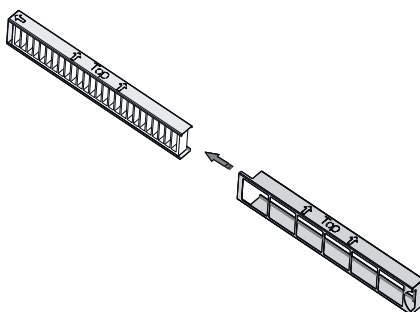
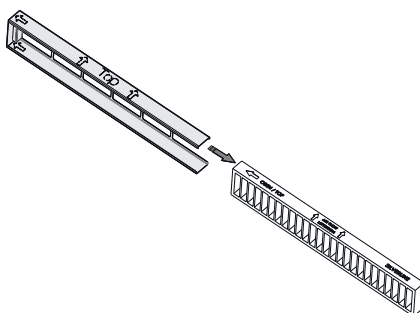

Fig. 11
Fig. 12
4. Ved at fjerne det gamle kulfilter fra huset udskiftes det med et nyt kulfilter (Fig. 11 / Fig. 12).